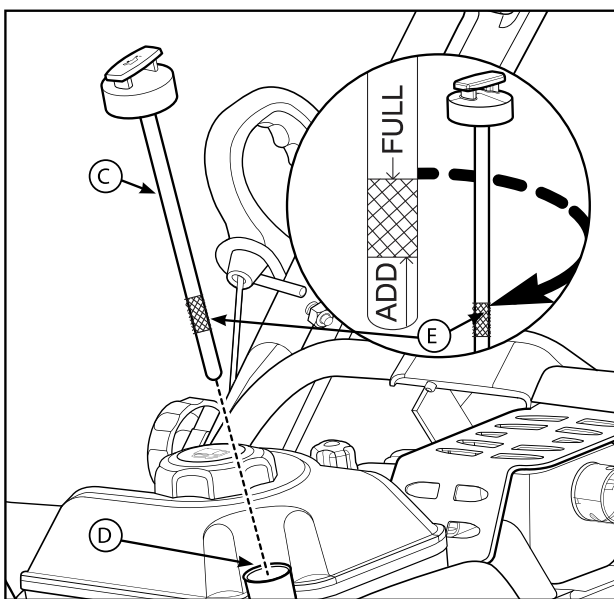

Рис. 14
4. Выньте масляной щуп (С, рис. 14) и вытрите его чистой тряпкой.
5. Медленно влейте масло в маслосливную горловину двигателя (D). НЕ ДОПУСКАЙТЕ превышения указанной отметки. Подождите минуту и проверьте уровень масла.
7. Выньте щуп и проверьте уровень масла. Уровень масла должен быть на отметке МАКСИМУМ (E) щупа.